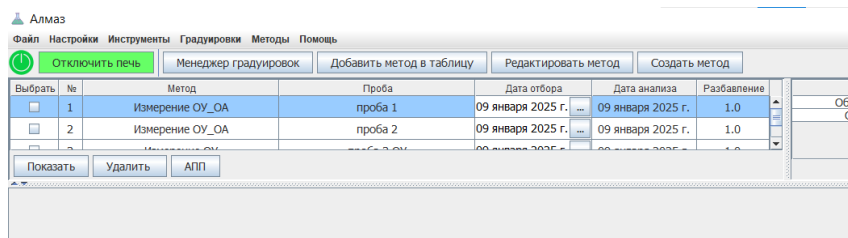

Рисунок 11. Начало работы, заполненная таблица анализов
- 2.4.7.3. Заполнить таблицу анализов (рис. 11).